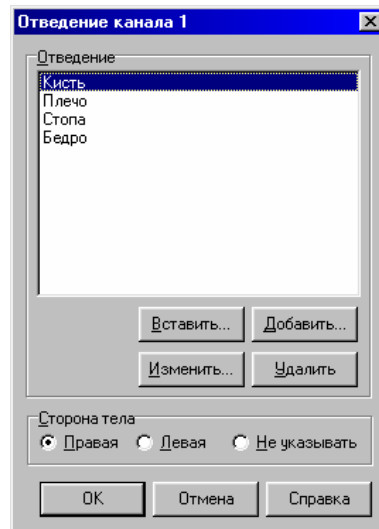

Рис. 3.9
4. Для выбора отведений нажмите кнопку **Изменить отведения ...**. При этом для каждого отмеченного канала усилителя появится следующий диалог (Рис. 3.9).